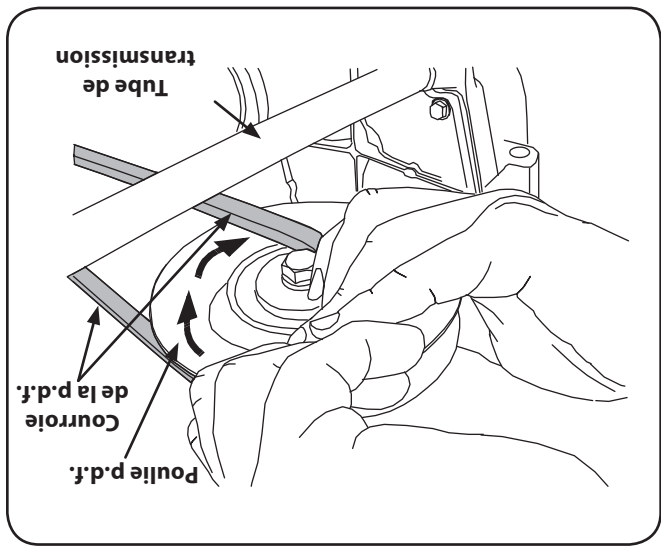

Figure 7-5
6. Réinstallez la tige de relevage avant du plateau de coupe et maintenez-la en place avec la goupille fendue. Voir la Figure 7-5.
4. Tenez la courroie et continuez à tourner la poulie de la prise de force jusqu'à ce que la courroie soit complètement dégagée de la poulie. Voir la Figure 7-5.